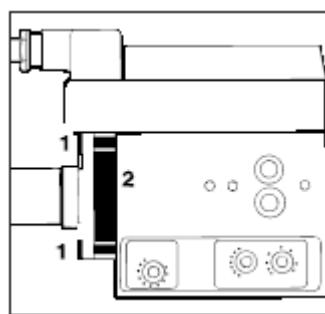

Fig. 32
- 2 allentare tutte e quattro le viti (1 in Fig. 32); svitarne due a seconda delle condizioni di ingombro, estrarre la parte del filtro (2 in Fig. 32)